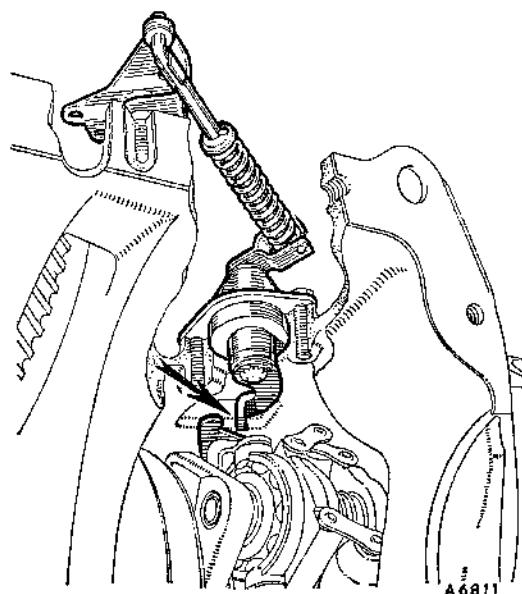

Fig. Fa.22
- (41) Poner el perno pasador con una nueva arandela de bloaje.
- (42) Arroscar a fondo la varilla del selector del cambio de velocidades en el varillaje del bloque de válvulas. Comprobar el ajuste de la varilla del cambio y reglarla de nuevo si es necesario (ver Sección Fa.2).
- (43) Ajustar los servos de segunda, tercera y marcha atrás (ver Fig. Fa.22). Aflojar la contratuerca (1) y la tuerca esférica de ajuste (2) hasta que cada banda de freno (3) esté en contacto con los topes (4) del cárter de la transmisión. Ajustar cada tuerca de reglaje (2) hasta alcanzar la holgura "A" y apretar la contratuerca (1).